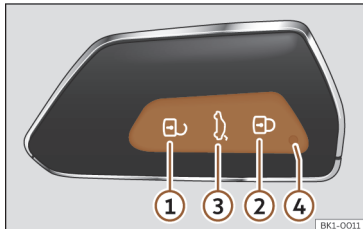

Abb. 67 Fahrzeugschlüssel für das Fahrzeug.
Durch kurzes Drücken einer Taste auf dem Fahrzeugschlüssel blinkt die Kontrollleuchte ④ >>> (Abb. 67) einmal kurz, bei längerem Drücken blinkt diese jedoch mehrere Male, z. B. beim Komfortöffnen.